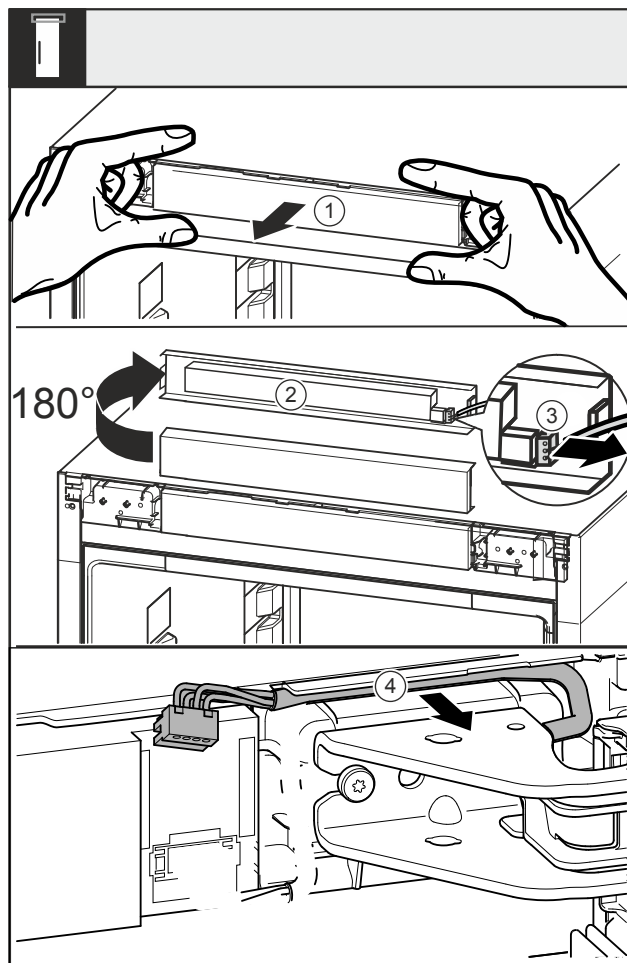

Fig. 7
- Blende Fig. 7 (1) nach vorne lösen.
- Blende Fig. 7 (2) nach oben um 180° drehen.
- Rastnase am Stecker Fig. 7 (3) nach hinten drücken und den Stecker vorsichtig herausziehen.
- Kabel Fig. 7 (4) über Lagerbock aus der Führung lösen.